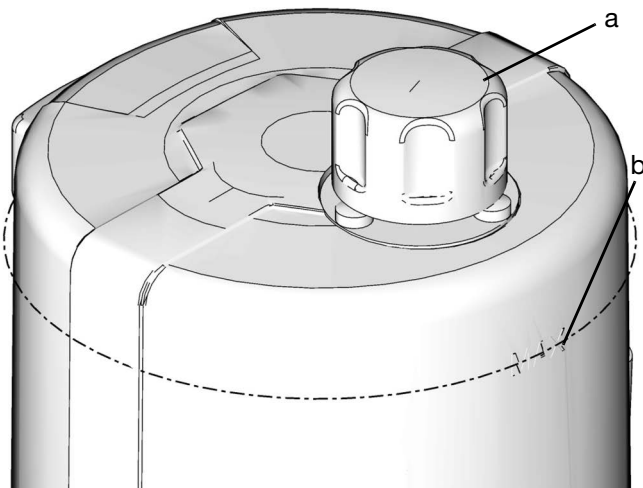

Рис. 26
- Не переполняйте бак (Рис. 26).